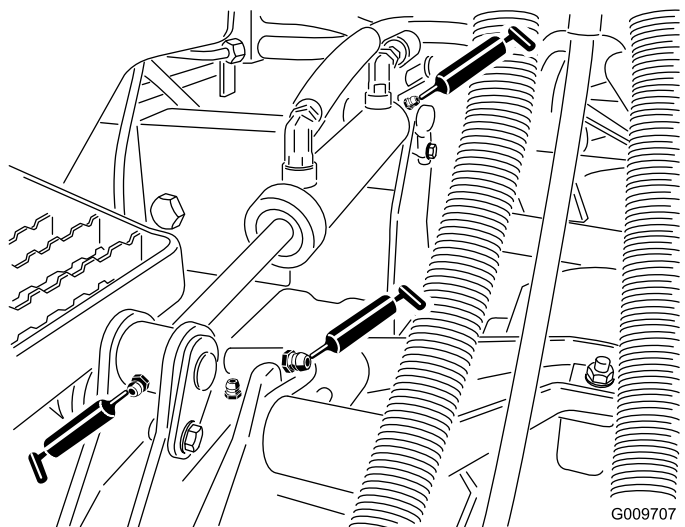

Figura 61
- Boccole del braccio di sollevamento (1 per piatto) come illustrato nella Figura 61
- Boccole del cilindro di sollevamento (2 per piatto) come illustrato nella Figura 61